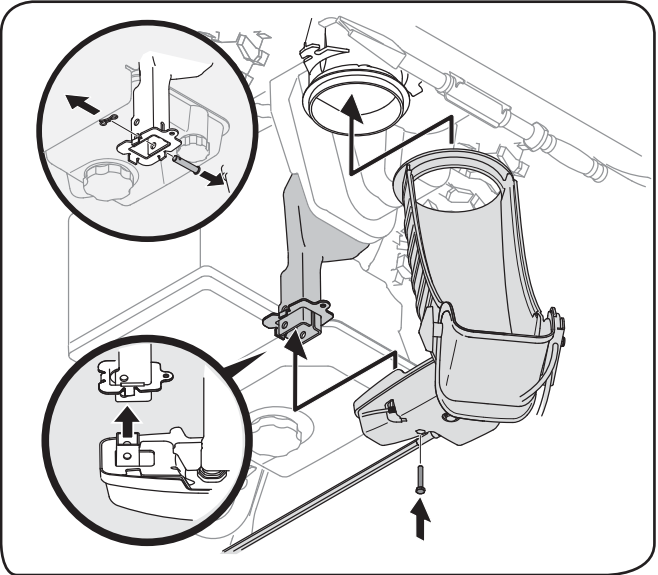

Fig. 3-5
3. Placez la goulotte sur sa base avec la tige de commande de la goulotte placée sous le panneau de bord. Réinstallez le boulon hex. enlevé précédemment mais ne le fixez pas avec l'écrou à oreilles à ce temps. Voir a Fig. 3-5.